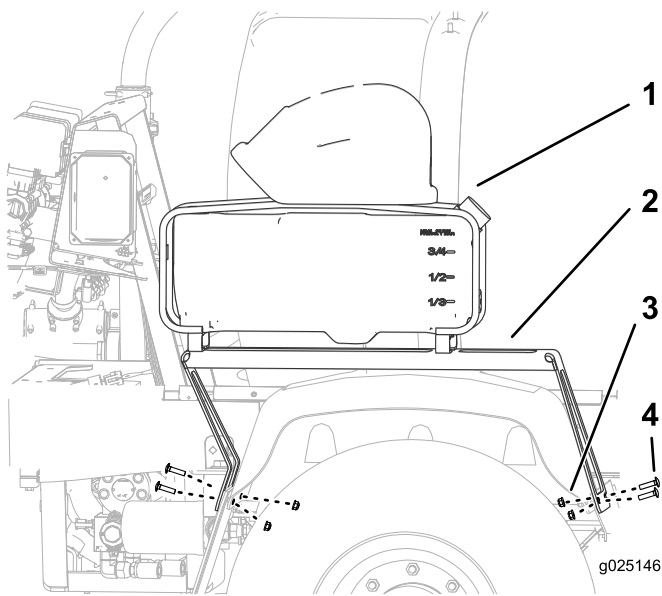

Figura 3
2. Prenda o suporte à máquina com 4 parafusos (5/16 pol.) e 4 porcas (5/16 pol.) como se mostra em Figura 3.